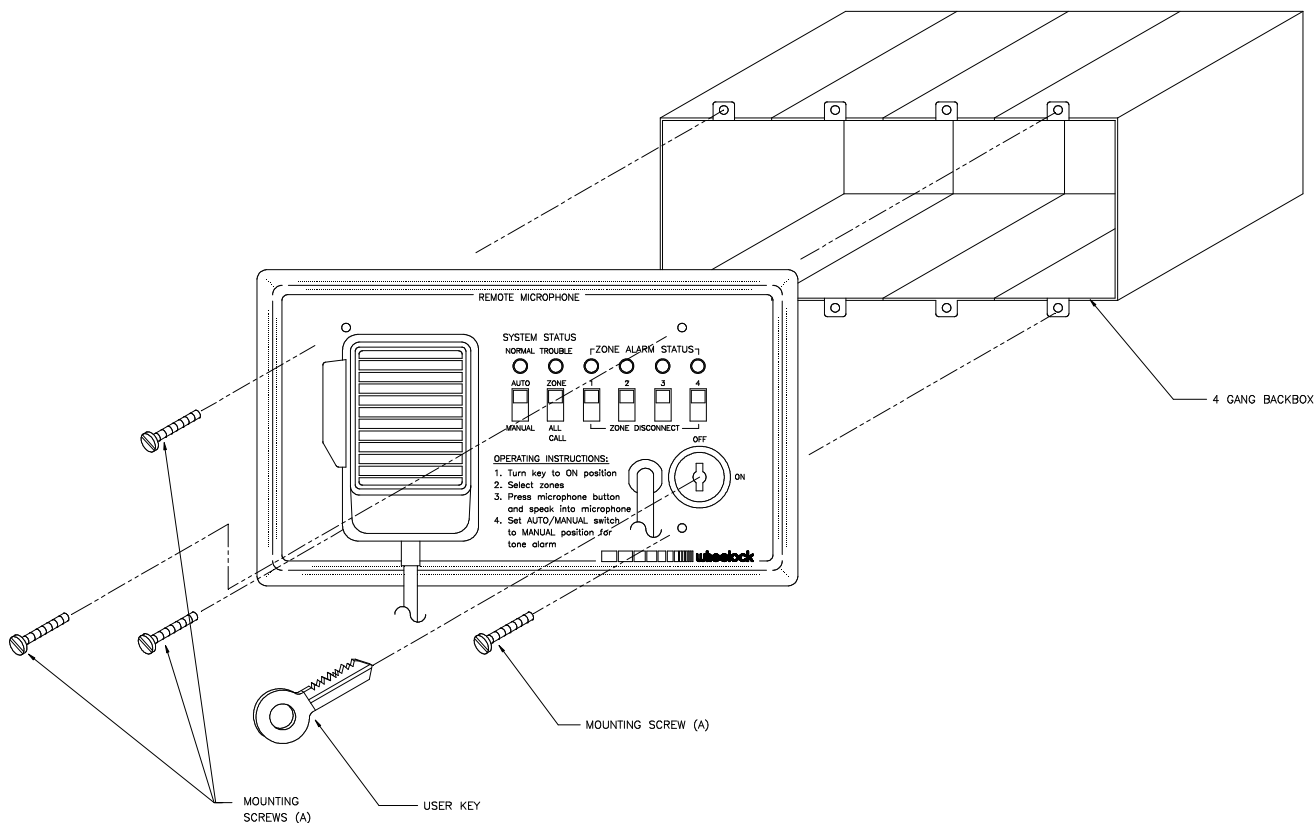

Рис. 2.
3. Присоедините монтажную плату к установочной коробке 4-мя шурупами, как показано на Рис. 2.